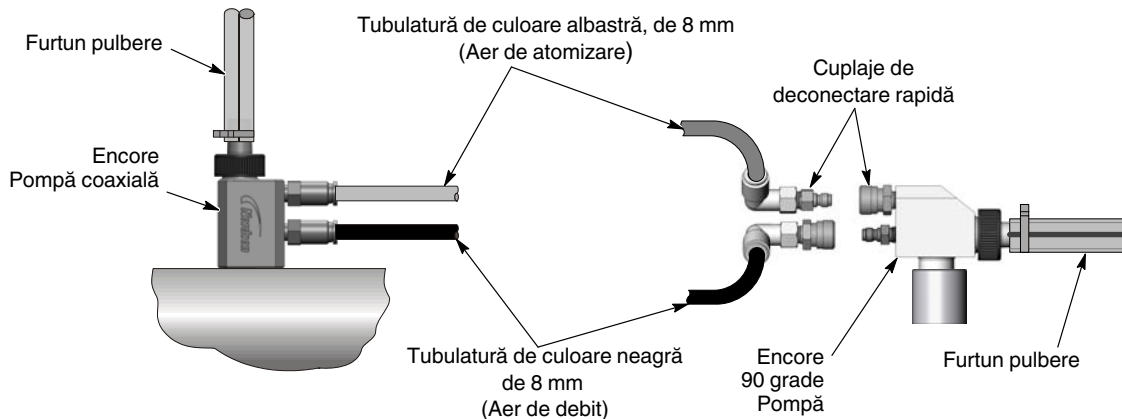

Figura 3-9 Conexiunile pompei
3. A se vedea Figura 3-9. Conectați tubulatura pentru aer la racordurile pompei.